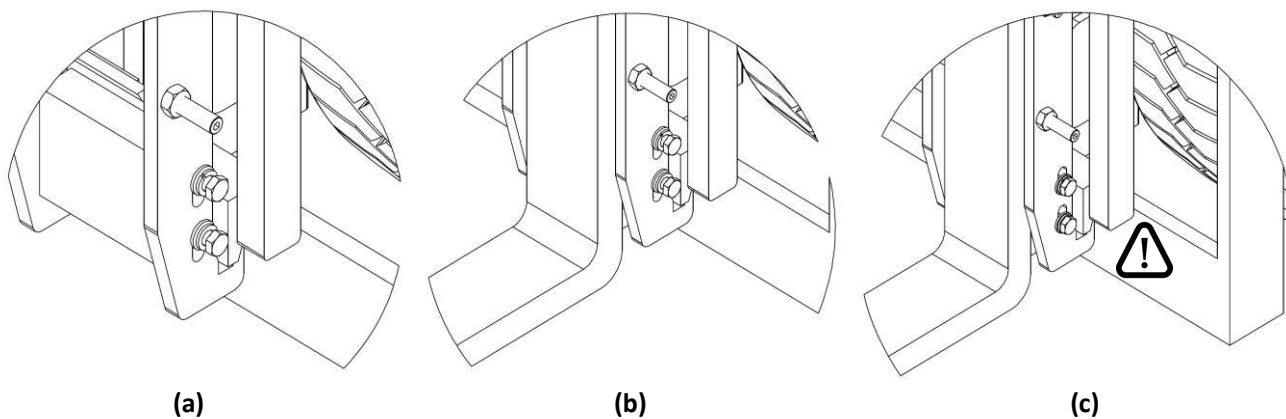

Figura 14
1. Allentare le viti laterali del gancio inferiore delle forche, in modo da poterlo muovere sino all'estremità superiore della apposita asola. Mantenerlo in questa posizione fino all'applicazione della forca (vedi Figura 14, a).
2. Posizionare la forca (vedi Figura 14, b).
3. Riportare il gancio alla sua posizione originale e riavvitare le viti che lo sorreggono (vedi Figura 14, c).